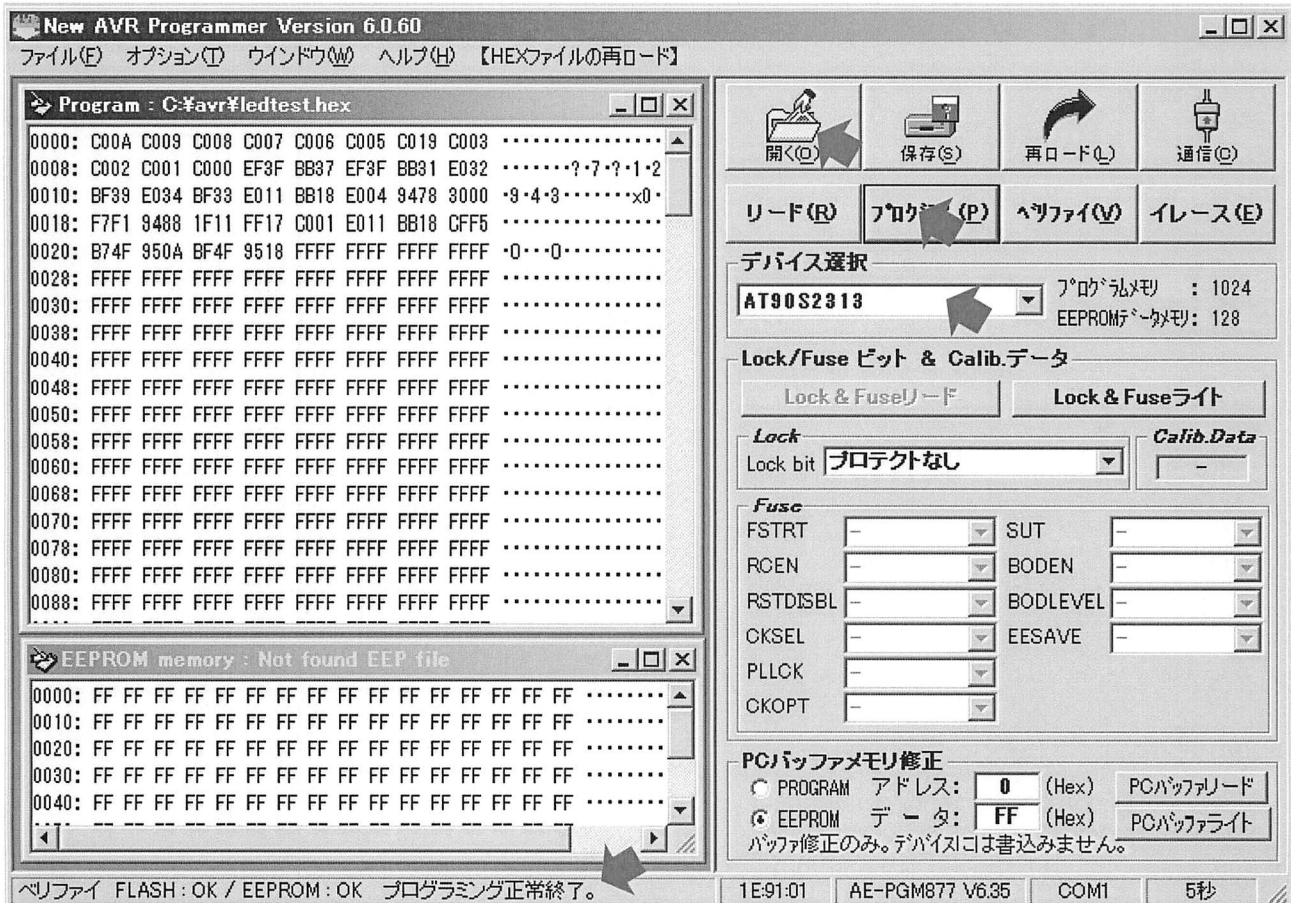

図 avrp6 -2 メイン画面
③Windows画面左下の【スタート】ボタンから『プログラム』の『Akizuki』の『AVR Programmer V6』をクリックしavrp6.exeを起動すると「図 avrp6 -2 メイン画面」のような画面が現れます。
④メイン画面の【デバイス選択】でAT90S2313を選びます。